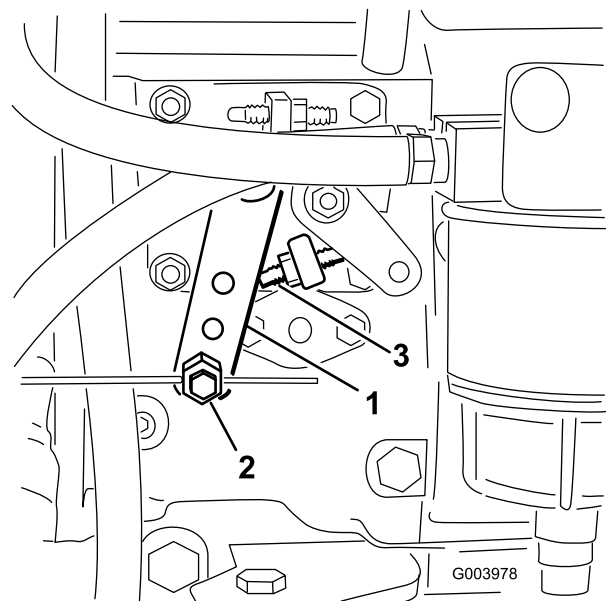

図 62
2. インジェクション・ポンプのレバー・アームの所にあるスロットルケーブルのコネクタをゆるめる 図 62。